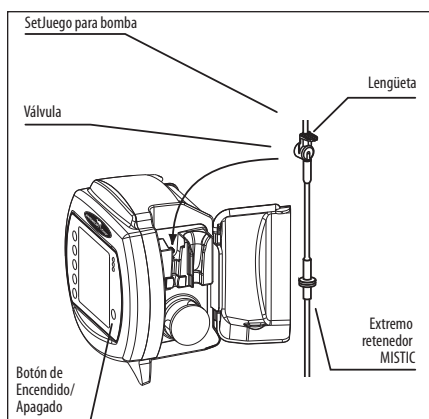

Figura 6A
2. Cargue el set para bomba sujetando la lengüeta de la válvula e insertando la válvula en la ranura de la izquierda. (Figura 6A)